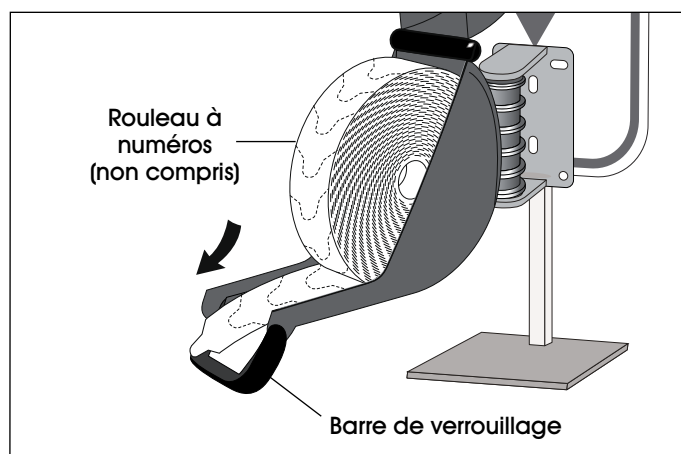

Figure 5
2. Déposez le rouleau à numéros (non compris) afin que les numéros se déroulent à partir du dessous. (Voir Figure 5)